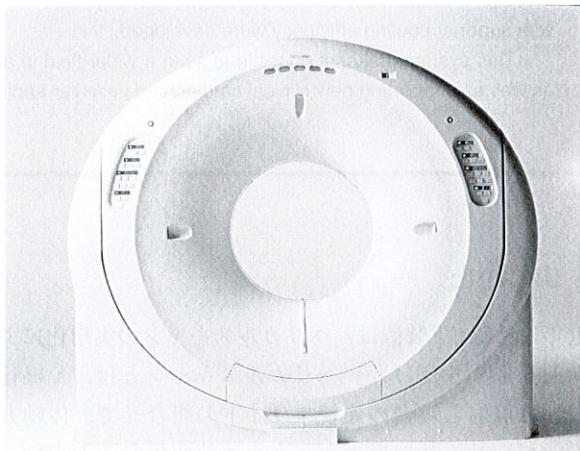

図3. スキャナ本体の外観 患者への威圧感をなくし、操作者の患者へのアクセスを容易にした丸形デザイン。
- (4) 使いやすく安心感を与えるデザイン スキャナ本体のデザインは、患者に威圧感を与えず、操作者の患者へのアクセスが容易な丸形デザインを採用した(図3)。安心感を与える世界最大幅の広い寝台天板、最低高さが低くて乗り降りしやすい寝台も特長である。